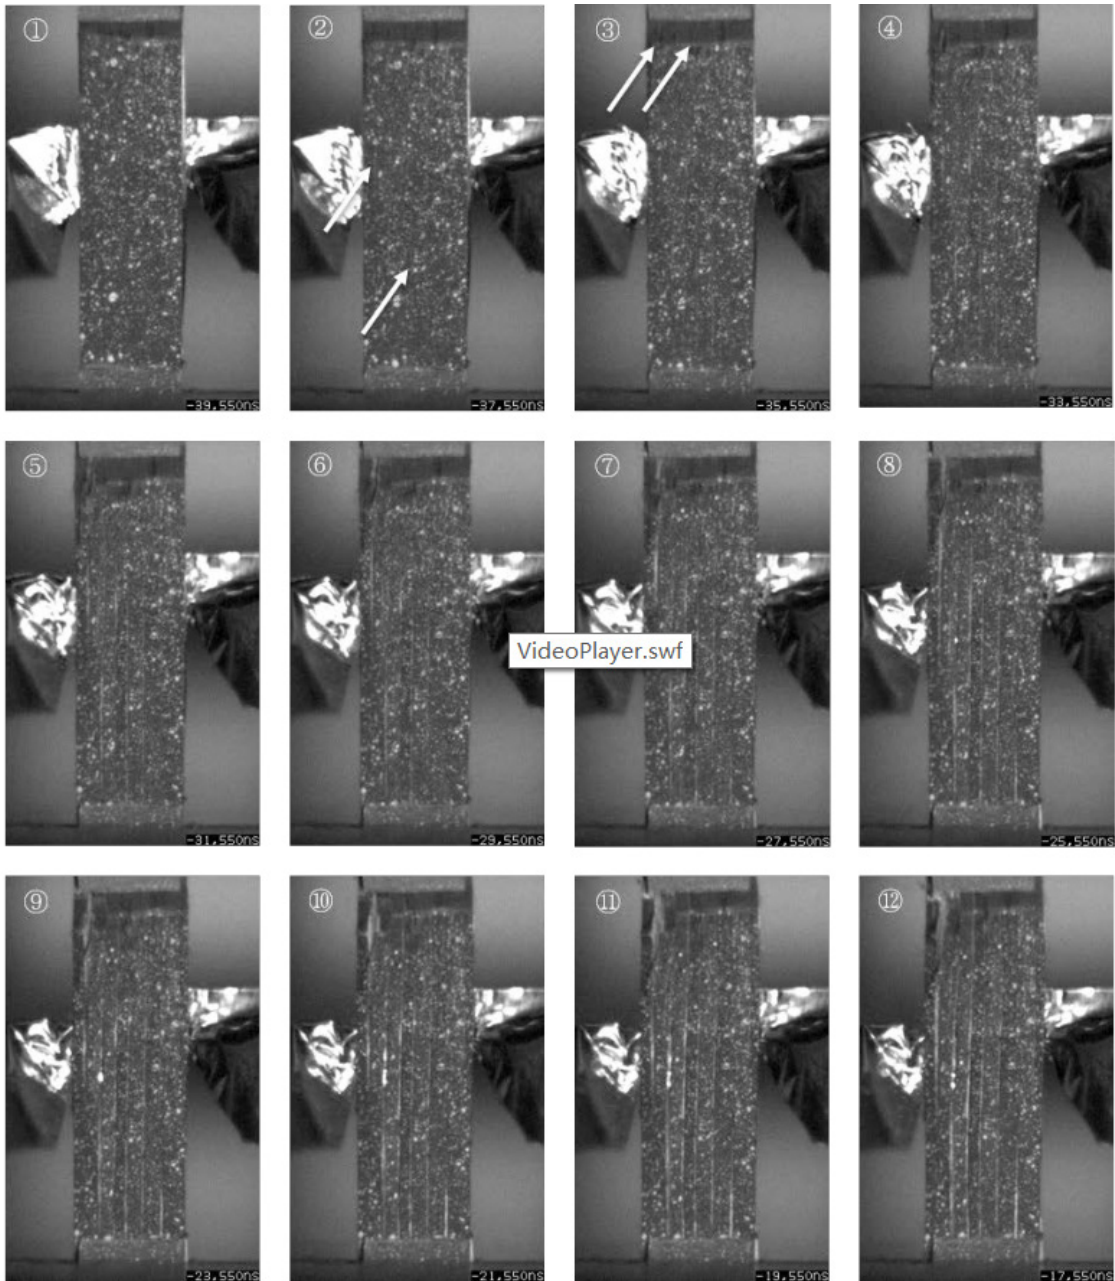

图 4. 抓拍图像
单向碳纤维样品的破坏如图 4 所示。在图 4 的图 (2) 中，试样的左侧可见纵向裂纹。在图 (3) 中，这些裂纹已经向上扩展，在图 (3) 中的样品右侧也可以看到纵向裂纹。图像 (6) 是样本刚刚破断后的照片。使用 HPV-X2 可以在静态拉伸试验期间观察 CFRP 的失效过程，这对 CFRP 的未来研发是很有用的。